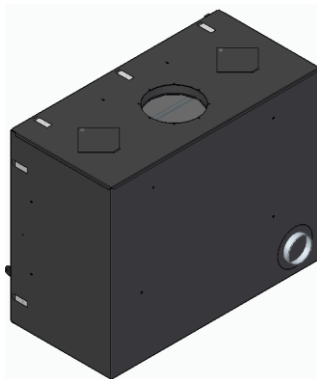

Figure 13 - Raccordement de l'air extérieur
* L'équipement est également fourni avec une prise d'air pour la combustion couverte à l'arrière. Si vous voulez l'installer à l'air extérieur, vous devrez casser les micro-jonctions des couvercles et faire la connexion à l'une des options de prise d'air, par l'arrière ou par le bas, si vous choisissez celle de l'arrière, vous devrez changer le couvercle, en le faisant passer vers le bas, voir Figure 13.